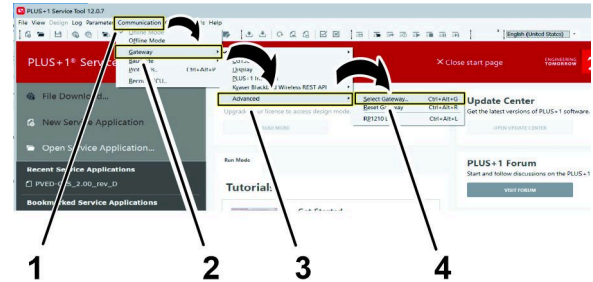

図 39
6. リボンバーで、コミュニケーションボタン (図 39) をクリックする。
7. コミュニケーションドロップダウンメニューで、ゲートウェイボタン (図 39) をクリックする。
8. ゲートウェイドロップダウンメニューで、高度なボタン (図 39) をクリックする。
9. 高度なドロップダウンメニューで、ゲートウェイを選択...ボタン (図 39) をクリックする。